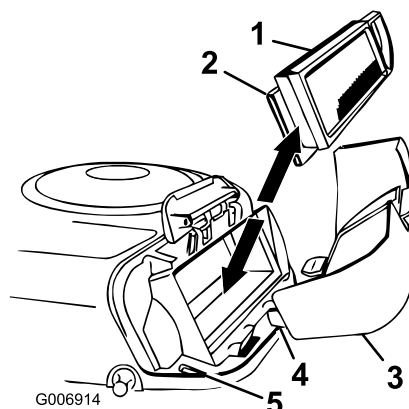

Figura 21
7. Deslice cuidadosamente el filtro de papel y el filtro de gomaespuma para retirarlos de la carcasa del soplador (Figura 21).
2. Alinee las pestañas de la tapa del limpiador de aire con las ranuras de la carcasa del soplador (Figura 21).